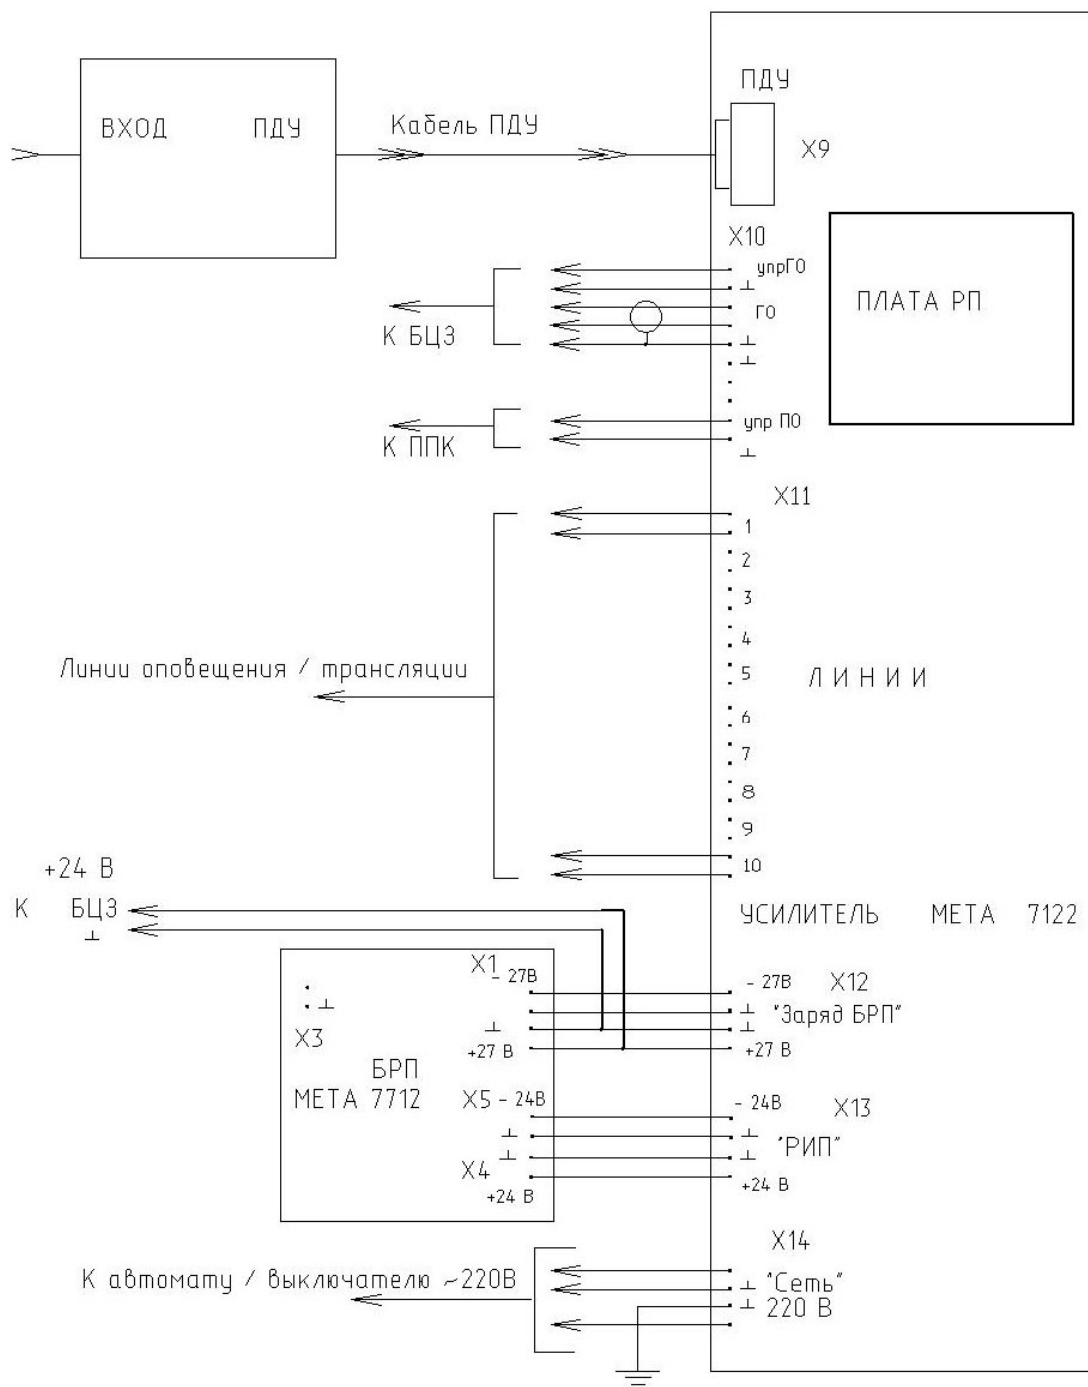

Рис.2 Схема подключения УМТ
- Подключить БРП к УМТ по схеме, приведённой на рис. 2. Во избежание случайного закорачивания аккумуляторов следует сначала подключить провода к УМТ, а затем к БРП. Подайте сетевое питание на УМТ.